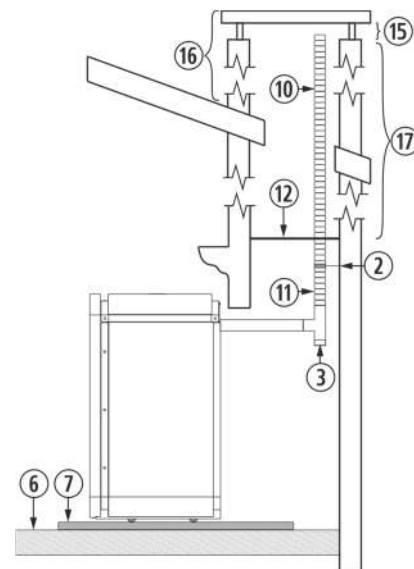

Figura 10
4.28. L'installazione di una stufa ad incasso in un caminetto può essere realizzata in completa totalità in un tubo flessibile, così come è indicato nella figura 10. Dobbiamo prestare speciale attenzione al momento di realizzare l'isolamento tra il caminetto e il tubo di fuoriuscita di gas per evitare possibili arretramenti di gas in caso di tormenta.
②	Collare di fissaggio in acciaio inox.
③	Giunto a "T" a 90° con filtro.
⑥	Pavimento in legno.
⑦	Protezione non infiammabile.
⑩	Tubo in acciaio inossidabile flessibile.
⑪	Manicotto d'unione tra flessibile e rigido.
⑫	Isolante anti -arretramento.
⑮	Minimo 200mm.
⑯	Deve superare di 1 metro il tetto.
⑰	Se superiore a 4m aumentare le dimensioni.